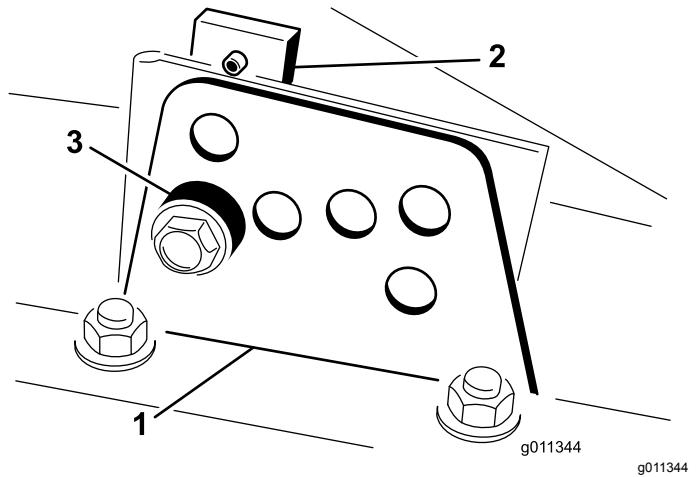

図 24
4. チェンバを支えておきながらスペーサを取り外す図 24。
2. 図 24 のように、各刈り高ブラケットを刈り高プレート前と右と左に固定しているボルトをゆるめる。